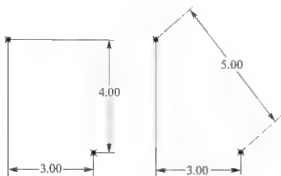

图 2.44 标注点与点距离
(1) 点与点距离: 将两点看作使用水平与竖直的直线连接成的一个矩形, 单击尺寸标注按钮后, 分别单击两点, 在矩形的外部单击鼠标中键确认, 则出现水平或竖直以及倾斜的尺寸标注, 如图 2.44 所示。